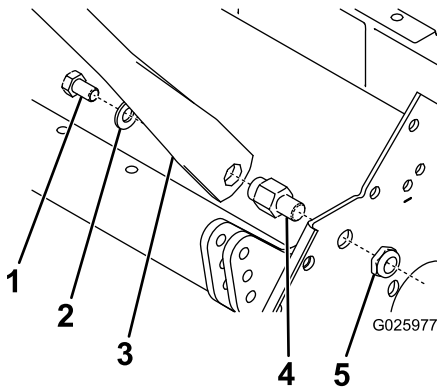

図 4
1. 新しいハンドルアセンブリを取り付ける先ほど取り外したボルト、ワッシャ、ハンドルピボットピン、フランジヘッドナットを使用する **図 4**。